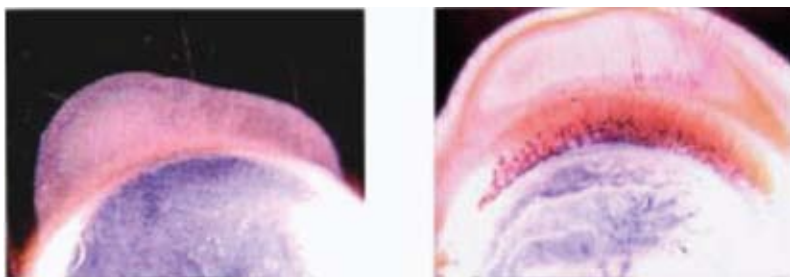

Рис. 37. Тест на коррозионную стойкость
– **Коррозия.** Для испытания флюса на коррозионную агрессивность (см. рис. 37) обычно применяют два метода: тест на коррозию медной пластины и медного зеркала. В зависимости от применяемых стандартов (IPC, JIS и т.д.), методики будут несколько отличаться. Детали методик смотрите в соответствующих стандартах.